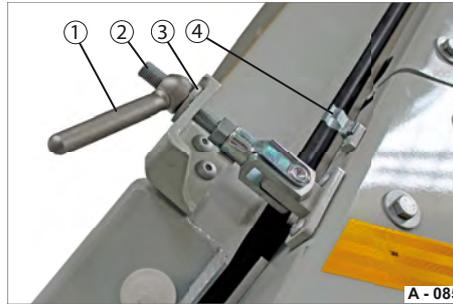

Abb. 28 Zusatz-Verriegelung, ZU
- ▶ Drehen Sie den Hebel (Abb. 28/1) gegen Uhrzeigersinn komplett ab.
- ▶ Entnehmen Sie die Scheibe (Abb. 28/3).